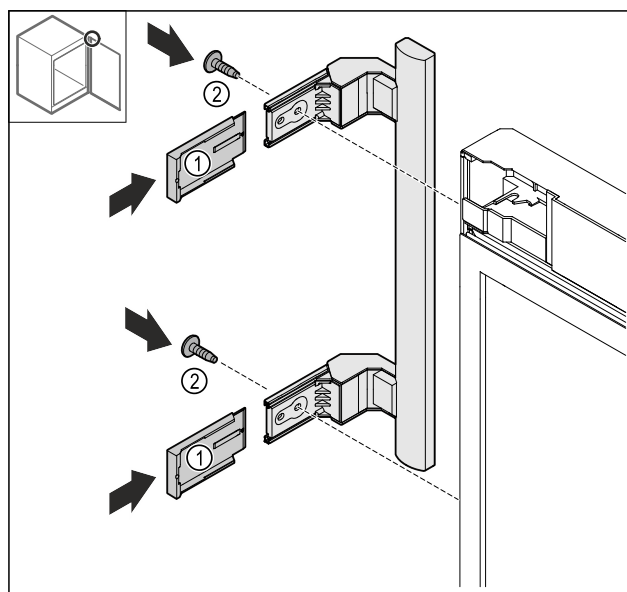

Fig. 20
- Applicare le coperture Fig. 20 (1).